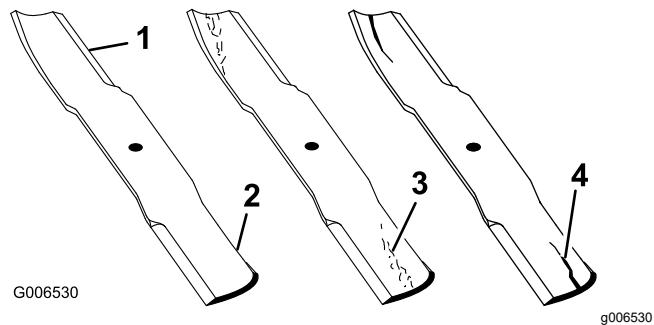

Figure 77
1. Examinez le tranchant des lames (Figure 77).
4. Remplacez immédiatement toute lame fendue, usée ou qui présente une entaille sur cette partie (Figure 77).